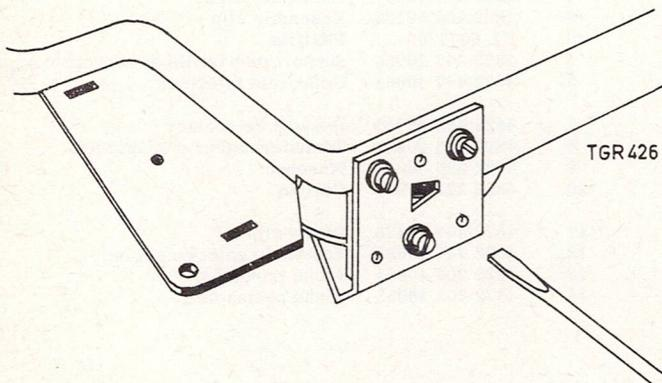
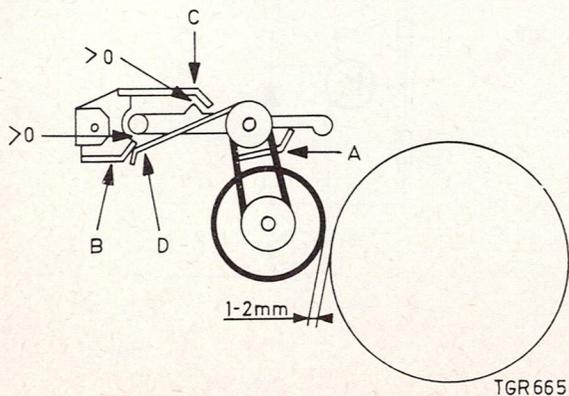

Fig. 8
Fig. 9
- . Desserrer les trois vis, fixant l'étrier de palier inférieur 67 du volant à la plaque de montage, voir la figure 8.
Lors de la fixation de l'étrier de palier inférieur 67 du volant il faut faire attention que la rainure à corde du volant 66 et celle du galet presseur 63 se trouvent au même niveau. La hauteur du volant peut être réglée à l'aide d'un tournevis dans le trou triangulaire dans l'étrier de palier inférieur comme l'indique la figure 8.
Remplacement du volant et du galet presseur 63, fig. 9 et fig. 8
- . Desserrer les trois vis, fixant l'étrier de palier inférieur 67 du volant à la plaque de montage. Voir la figure 8.
Après la fixation de l'étrier de palier inférieur 67, la rainure à corde du volant 66 et celle du galet presseur 63 doivent se situer au même niveau. La hauteur du volant peut être réglée à l'aide d'un tournevis dans le trou triangulaire dans l'étrier de palier inférieur, comme le montre la figure 8.
Réglage du levier du rouleau de bobinage, voir la figure 9